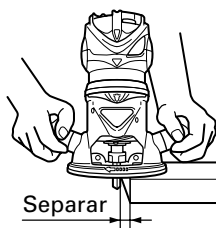
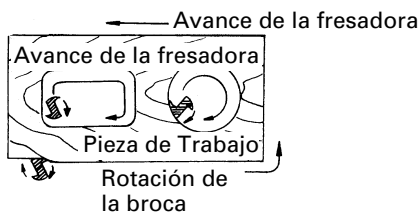

Fig. 15
Fig. 16
- (1) Al conectar la alimentación, la broca debe estar separada de los materiales que se van a cortar. (Fig. 15)
- (2) Luego encienda la herramienta y espere hasta que la broca alcance la velocidad total.
- (3) La broca gira en el sentido de las agujas del reloj (dirección de la flecha indicada en la base). Para una máxima efectividad de corte, observe las direcciones de avance mostradas en la Fig. 16.